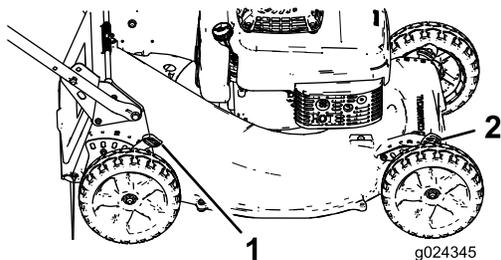

Рисунок 13
1. Потяните рычаг регулировки высоты скашивания в направлении колеса (Рисунок 13) и установите нужную настройку.